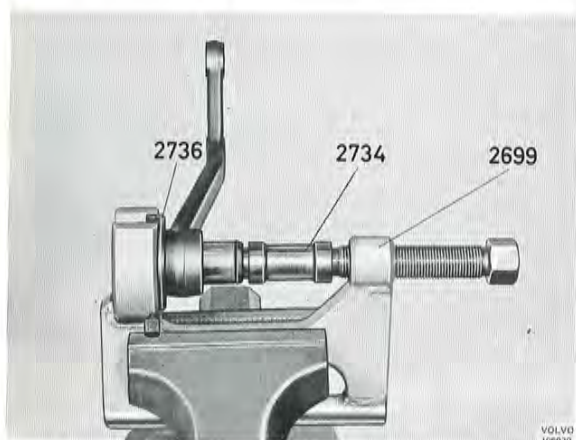

Bild 75. Demontering av gummibussning, mellanarm
4. Spänn fast pressverktyg 2699 i ett skruvstycke och pressa ur bussningen med mothåll 2736 och dorn 2734 (bild 75).